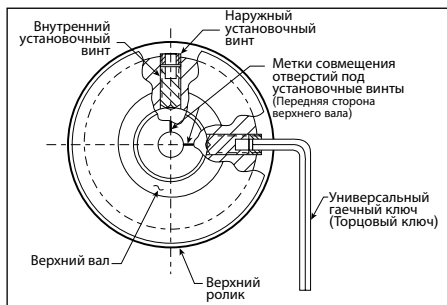

РИС. 10
11. Отведите шестигранный ключ в положение, показанное на Рис. 10 выше. Надежно затяните наружный установочный винт.